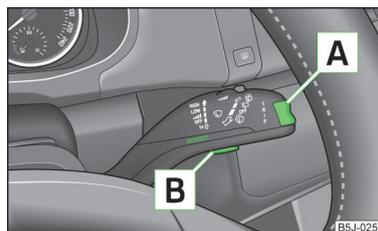

Fig. 5
La conmutación de las memorias se efectúa con la tecla **B** » fig. 5 de la página 16 en la palanca del limpiaparabrisas.
La tecla basculante para la elección de los puntos de menú **A** » fig. 5, así como la tecla de manejo **B** se encuentran en la palanca del limpiaparabrisas.
» Pulsar brevemente la tecla basculante **A** » fig. 5 arriba y abajo. De ese modo se abren, uno tras otro, los puntos de menú individuales del indicador multifunción.
» Pulsar ligeramente la tecla **B** » fig. 5.
» Pulsar la tecla **B** » fig. 5 más tiempo.
- » Con la tecla **[A]** seleccionar » fig. 5 de la página 16 el punto de menú **Advert. veloc.** (pantalla MAXI DOT) o **[C]** (pantalla de segmentos).